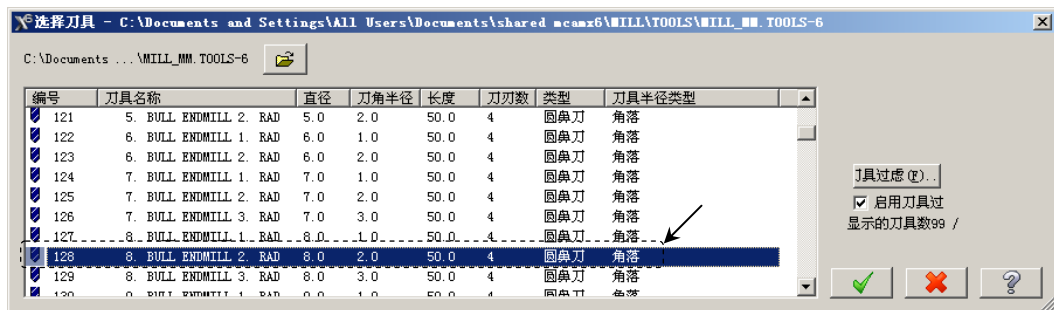

图 5.20 “选择刀具”对话框
Step4. 选择刀具。在“曲面精加工等高外形”对话框中，单击  **选择刀具库...** 按钮，系统弹出“选择刀具”对话框，在该对话框中的列表框中选择图 5.20 所示的刀具。单击  按钮，关闭“选择刀具”对话框，系统返回至“曲面精加工等高外形”对话框。